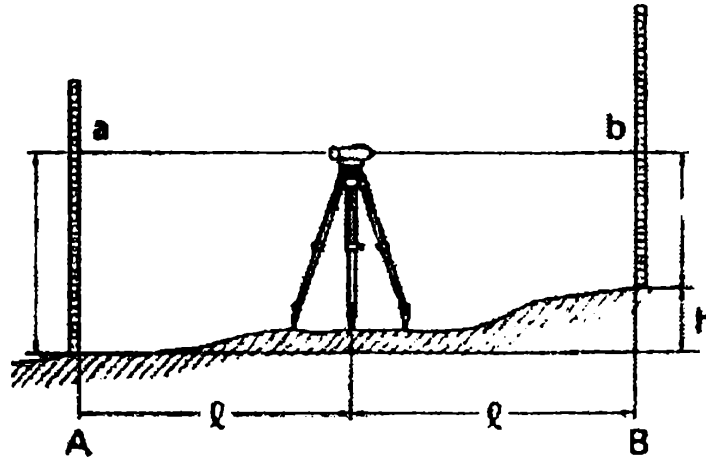

Рис. 6.1
1) Установите прибор приблизительно посередине между точками А и В (рис. 6.1). Дальномерные нити сетки нитей могут быть использованы для визуального контроля расстояний (см. раздел «6.3 Измерение расстояний по дальномерным нитям»).
4) Разность отсчетов a - b является превышением точки В относительно точки А (рис. 6.1). Пример:  $h = a - b = 1.735\text{м} - 1.224\text{м} = 0.511\text{м}$